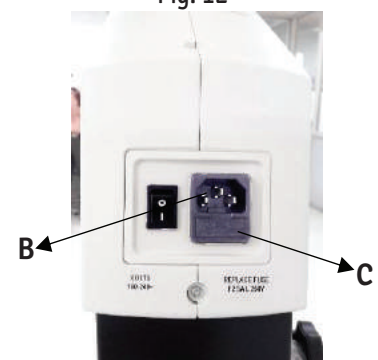

Fig. 13
- Localiser le fusible sur la prise d'alimentation (B) comme illustré à la Fig. 13.
- Utiliser un tournevis plat pour ouvrir le compartiment à fusible (C). Deux fusibles sont fournis : l'un est un fusible normal et le deuxième est un fusible de rechange.